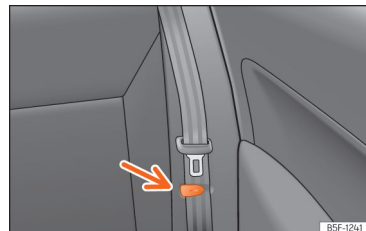

Fig. 92 Seient del darrere: pinça per subjectar el cinturó de seguretat.
- Poseu els cinturons de seguretat laterals a la pinça del revestiment »» **fig. 92**.